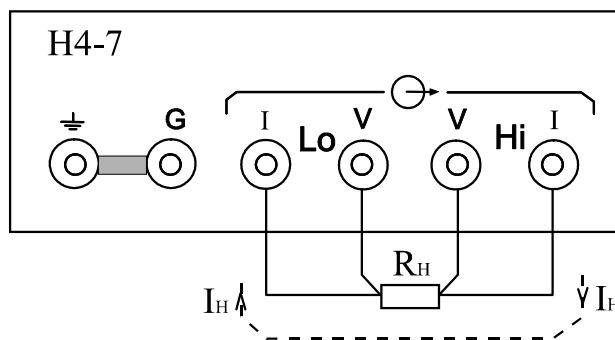

Рисунок 3.9
- реализовать требуемое соединение (см. рисунок 3.9);